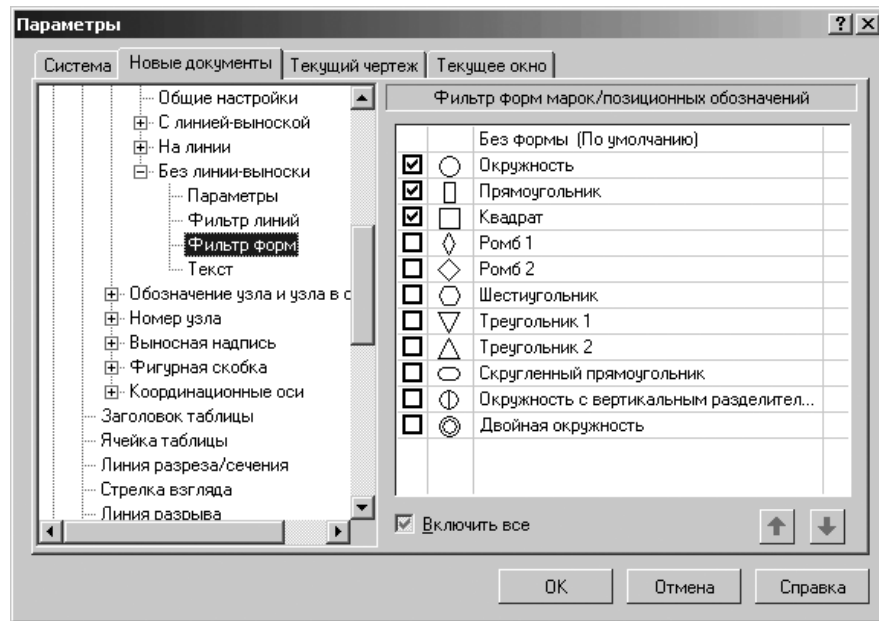

Рис. 10.56. Диалоговое окно **Параметры** с открытой вкладкой **Новые документы** и панелью **Фильтр форм марок/позиционных обозначений**
- щелкните в списке настраиваемых элементов **Без линии-выноски** по пункту **Фильтр форм**. В правой части появится панель **Фильтр форм марок/позиционных обозначений**, показанная на рис. 10.56;